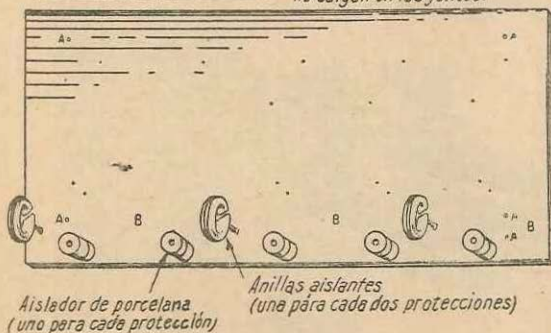

Fig. 12
13.—Manera de instalar el tablero (véase la fig. 12).